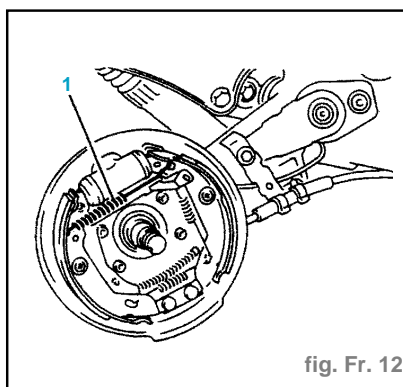
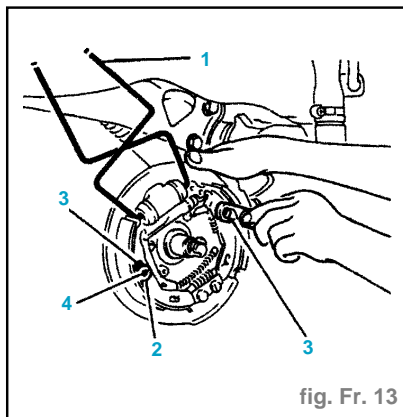
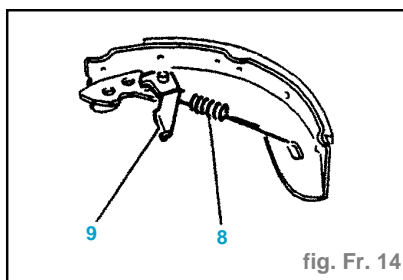

fig. Fr. 12
fig. Fr. 13
fig. Fr. 14
- Déposer le ressort (1) à l'aide de l'outil (fig. Fr. 12).
- Placer la pince [1] sur le cylindre de roue (fig. Fr. 13).
- Décrocher les cuvettes qui maintiennent les mâchoires sur le plateau (à l'aide de l'outil [3]) (fig. Fr. 13).
- la coupelle (2),
- le ressort (3),
- la tige (4).
- Déposer (fig. Fr. 14) :
- le ressort (8),
- le levier (9).
- Monter (fig. Fr. 14) :
- Reposer à l'aide de l'outil (fig. Fr. 13) :
- les tiges (4),
- les ressorts (3),
- les coupelles (2).
- Poser le ressort (1) (fig. Fr. 12).